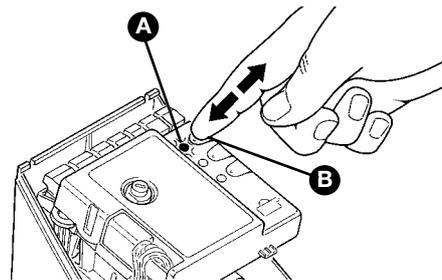

Figura 61
2 Premere il tasto P1 (Figura 61) sulla centrale un numero di volte pari al comando desiderato, secondo la seguente tabella: (es. 3 volte per il comando "Solo Apre").
- 1 Premere e tenere premuto il tasto P1 [B] (Figura 61) sulla centrale.